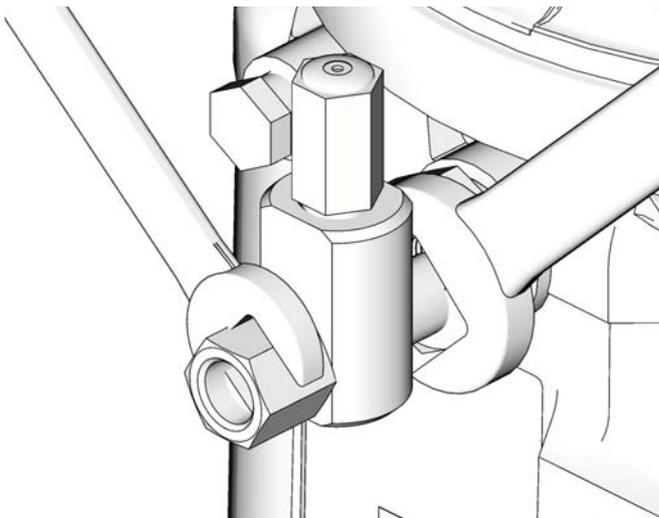

FIG. 6
- Utilice siempre dos llaves que trabajen en direcciones opuestas cuando conecte algo al elemento de bomba o a los accesorios auxiliares. Véase un ejemplo en la FIG. 6.